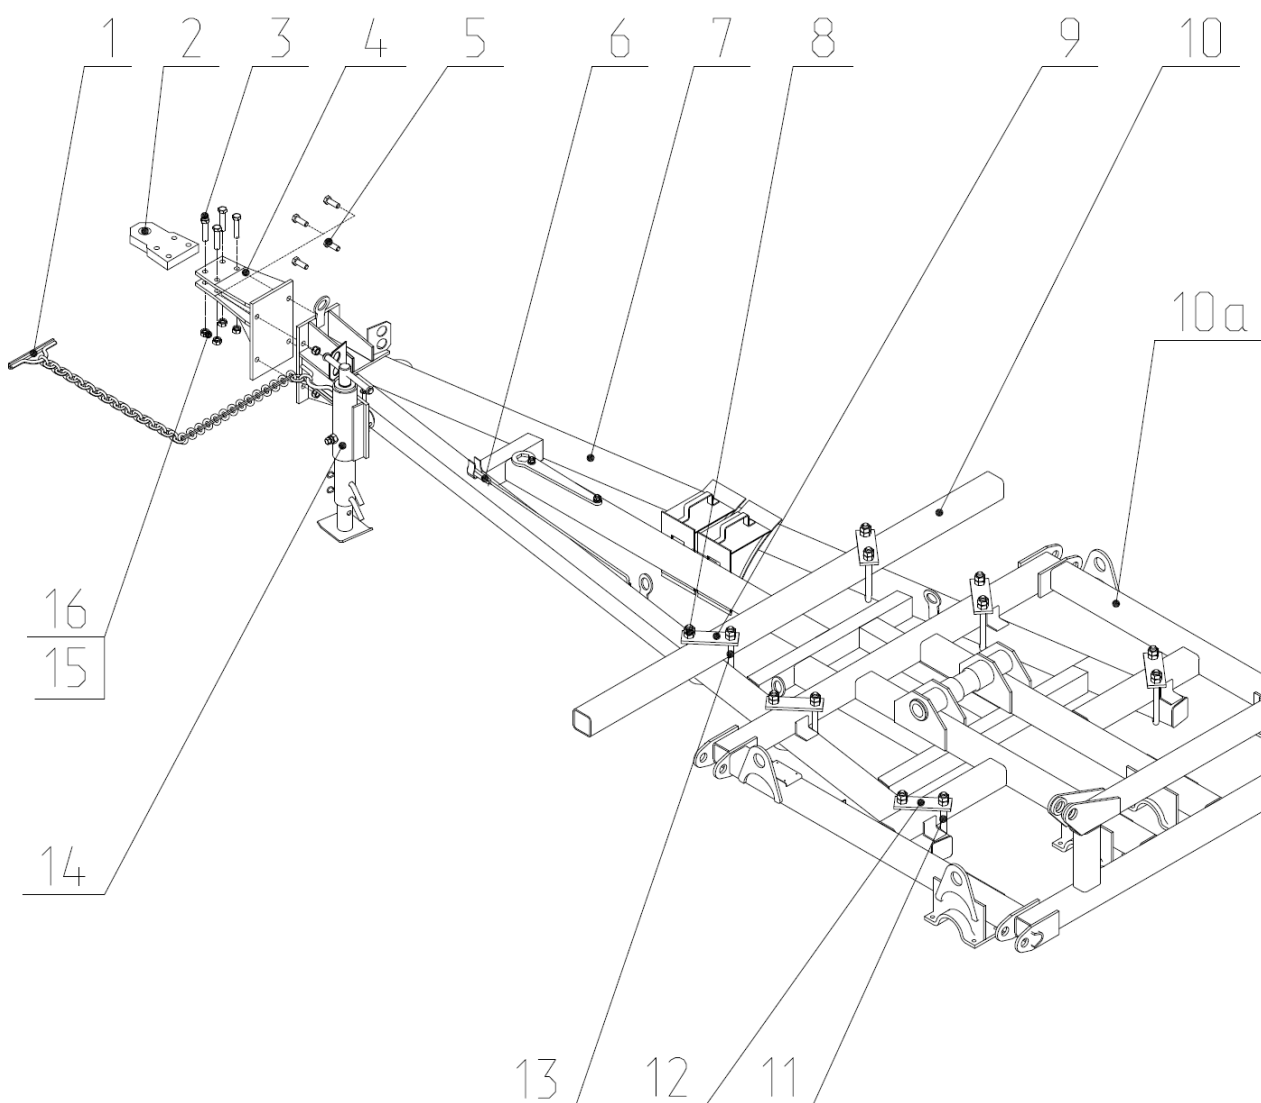

Рис.8 Закрепление сницы на центральной секции.
2.14. Сница (Рис.8) предназначена для присоединения прицепного культиватора к трактору и состоит из самой сницы поз.7, жестко закрепленной раме культиватора поз.10а скобами 11, 13 и планками 9, 12, который в свою очередь крепится к передней балке и трубам средней секции культиватора скобами 11, 13 и планками 9, 12. Для исключения продольного смещения на снице и удлинителе приварены упоры. К кронштейну сницы с помощью болтов закреплен кронштейн 4 с прицепной серьгой 2. На снице закреплена страховая цепь 1, транспортная опора 14 и чистик 9.